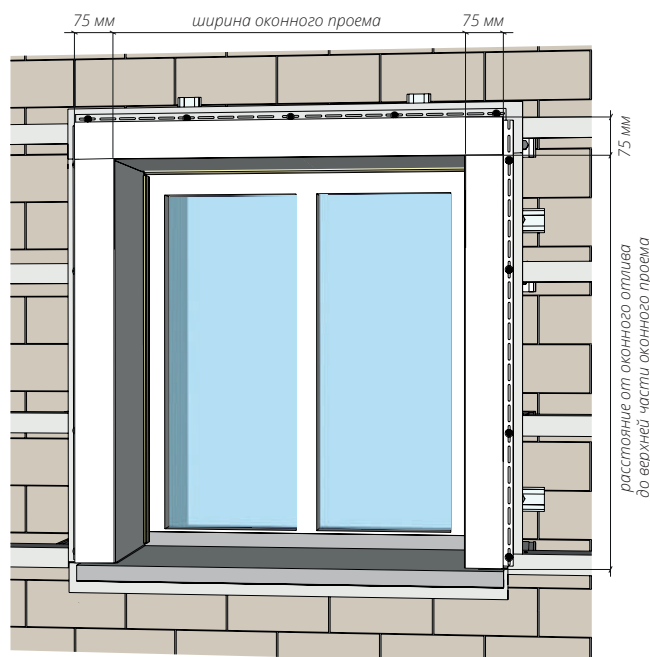

Рисунок 47
- 13.3** Первой монтируется верхняя околооконная планка. Ее размер равен ширине оконного проема +150 мм (рис. 47) (150 мм—это перехлест околооконных планок с левой и правой стороны). Далее монтируется левая и правая околооконная планка. Ее размер равен расстоянию от оконного отлива до верхней части оконного проема +75 мм (рис. 47). Если вы опасаетесь ошибиться в размере околооконной планки, ее можно отрезать немного большего размера. После всех подрезов, загибов, подгона размеров лишнее отрезать.